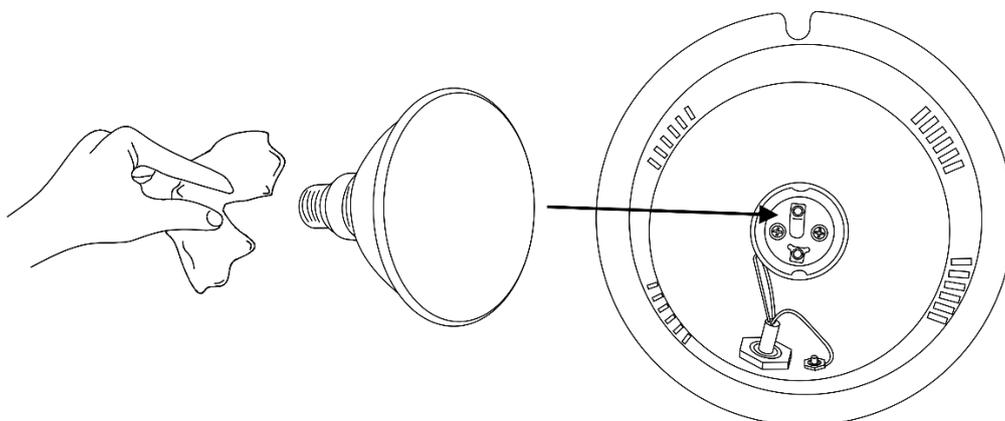

Abb. 05
- 04) Stecken Sie die Lampe in die Lampenfassung (Abb. 05):